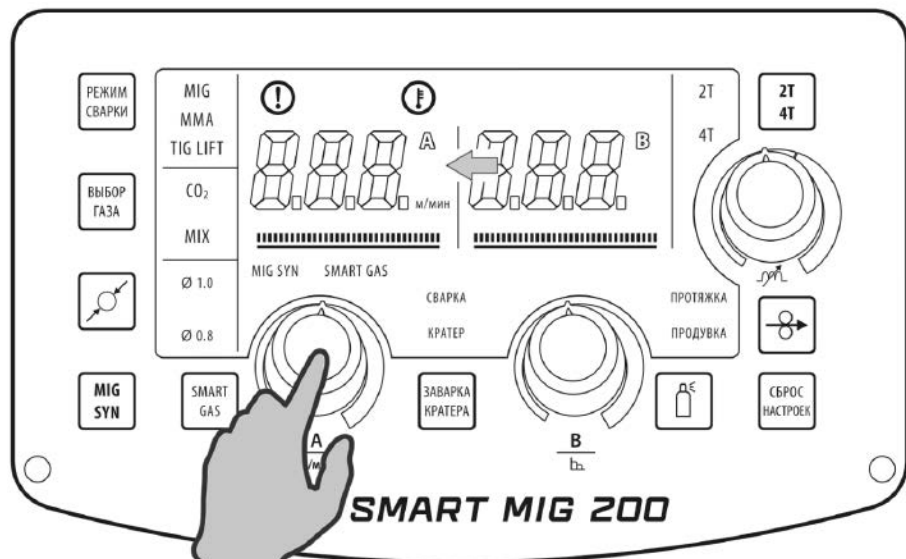

Рис. 12.1.2 Установка силы тока.
5. Установите необходимое значение силы тока (См. рис. 12.1.2). Сила тока выбирается в зависимости от толщины свариваемого металла и диаметра неплавящегося электрода (См. табл. 12.11.3).